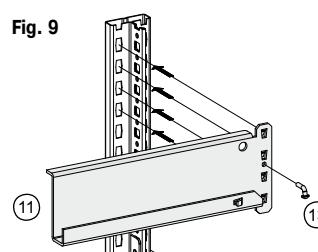

Fig. 9
**(DK)** Opstil to støtterammer med samme afstand som traverserne. Sæt reoltraverserne i parvist, og fastgør dem med sikringstapper (fig. 9).
**(N)** Sett opp støtterammen i tverramm avstand. Tverrammene for de store hyllene henges på parvis og festes med sikringsspinner (Fig. 9).
**(S)** Ställ upp två stödramar på traversavstånd. Häng in storfacktraverserna parvis och säkra dem med säkringsstift (bild 9).